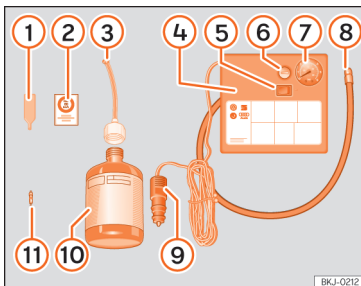

Abb. 32 Prinzipdarstellung: Bestandteile des Pannensets.
Das Pannenset befindet sich im Gepäckraum unter dem Bodenbelag. Es besteht aus folgenden Bestandteilen » **Abb. 32**:
- Ventilkappe und Ventileinsatz vom Reifenventil abschrauben. Verwenden Sie den Ventileinsatzdreher » **Abb. 32** ① zum Heraus-schrauben des Ventileinsatzes. Legen Sie den Ventileinsatz auf einem sauberen Untergrund ab.
- Reifendichtmittelflasche kräftig schütteln » **Abb. 32** ⑩.
- Schrauben Sie den Einfüllschlauch » **Abb. 32** ③ auf die Dichtmittelflasche. Die Folie am Verschluss wird automatisch durchstoßen.
- Verschlussstopfen vom Einfüllschlauch » **Abb. 32** ③ entfernen und das offene Ende ganz auf das Reifenventil stecken.
- Ventileinsatz mit dem Ventileinsatzdreher » **Abb. 32** ① wieder in das Reifenventil schrauben.
- Reifenfüllschlauch » **Abb. 32** ⑧ des Luftkompressors fest auf das Reifenventil schrauben.
- Prüfen, ob die Luftablassschraube » **Abb. 32** ⑥ zuge dreht ist.
- Stecker » **Abb. 32** ⑨ in die 12 Volt-Steckdose des Fahrzeugs stecken » **Seite 155**.
- Luftkompressor mit dem EIN- und AUS-Schalter » **Abb. 32** ⑤ einschalten.
- Kleben Sie den Aufkleber »» Abb. 32 ② im Sichtfeld des Fahrers auf das Kombi-Instrument.
Den Reifenfüllschlauch »» Abb. 32 ⑤ wieder anschließen und den Reifenfülldruck an der Reifenfülldruckanzeige ⑥ ablesen.